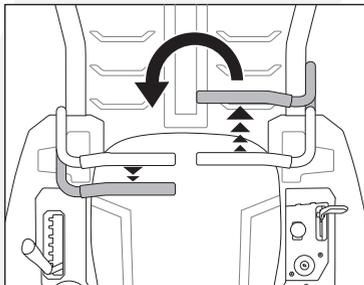

Fig.19B
3. Para girar en el sentido contrario a las agujas del reloj, mueva la palanca de mando derecha hacia delante mientras mueve simultáneamente la palanca de mando izquierda hacia atrás. (Fig.19B)